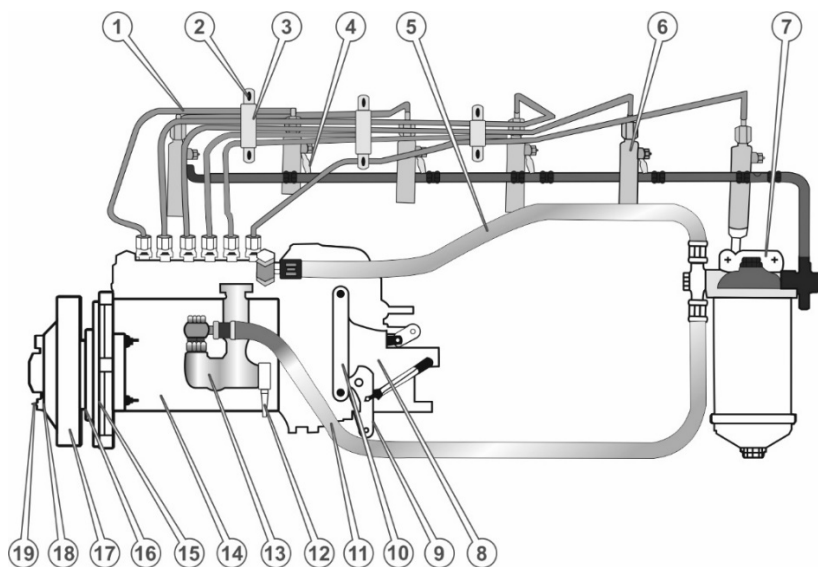

Рисунок 20. Схема паливної системи двигуна.
1. Оглянути паливну систему двигуна (рис. 20), а саме вхідні та вихідні паливопроводи зливу залишкового палива, фільтри на відсутність пошкоджень або слідів зносу.